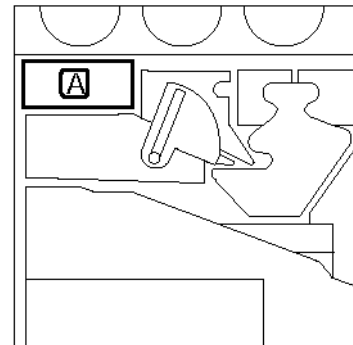

Figura 15: Localizar o Recipiente de despejo de tinta seca usado
- 3 Localize o Recipiente de despejo de tinta seca (área A na Figura 15) na parte superior esquerda da copiadora/impressora.